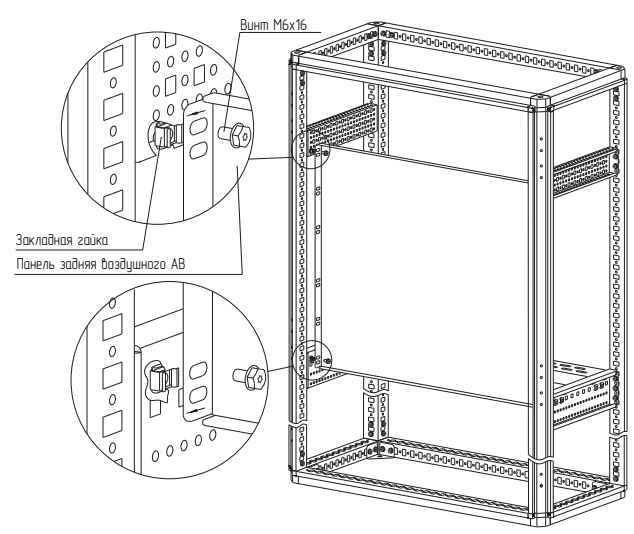

Рисунок 2
– вариант 2. Набором «закладная гайка М6 – винт М6×16 – шайба 6». Для этого предварительно установить закладные гайки в квадратные отверстия реек монтажных и закрепить панель заднюю воздушного АВ винтами М6×16 и шайбой 6 (рисунок 2). Момент затяжки – 7 Н·м. Набор крепежа приобрести отдельно.